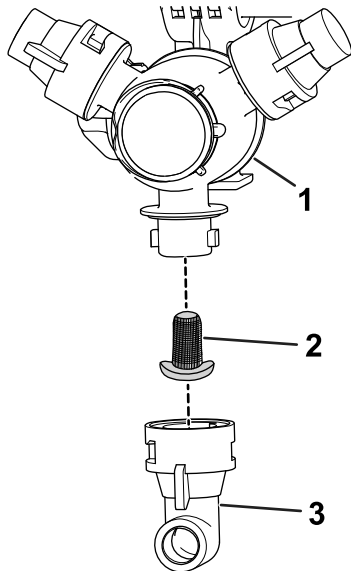

Figure 102
2. Déposez la buse de la tourelle de pulvérisation (Figure 102).
3. Retirez le filtre de buse usagé (Figure 102).
4. Montez le filtre de buse neuf (Figure 102).
5. Montez la buse sur la tourelle de pulvérisation (Figure 102).